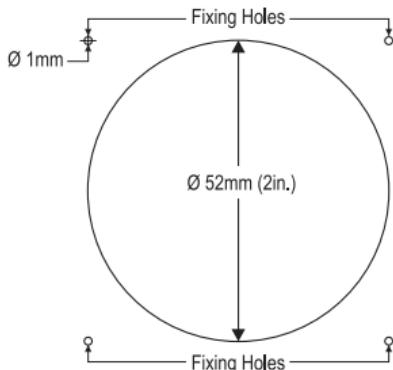

Fig.1
- Pegue la plantilla de perforación en la posición de montaje deseada (vea la Fig. 1)